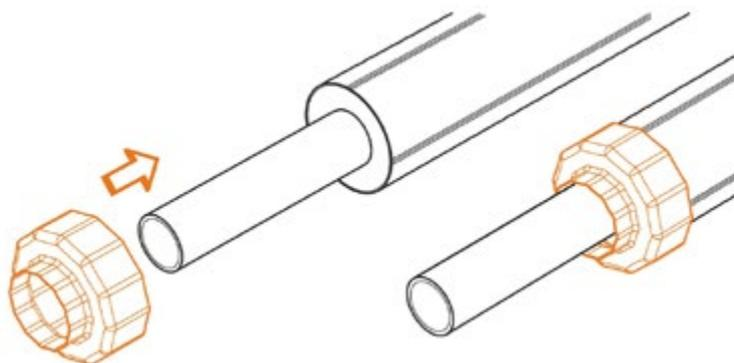

Рис. 5.8.2
3. Надеть концевой предохранитель на подготовленный к монтажу конец трубы (рис. 5.8.2).